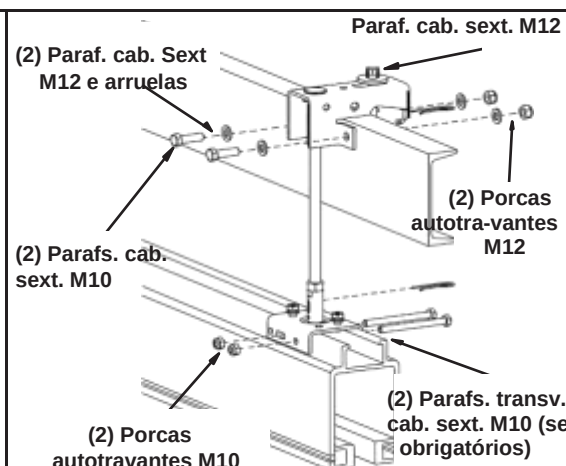

Figura 3-22
- Etapa 3. Coloque o suporte do canal em C na parte superior do aço estrutural. Consulte a Figura 3-22.